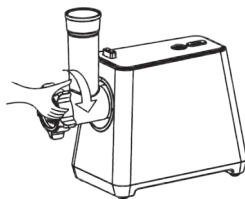

рис.5
5. Зафиксируйте конструкцию с помощью фиксирующего кольца, завернув его по часовой стрелке, как указано на рис. 5. Не затягивайте кольцо слишком туго.